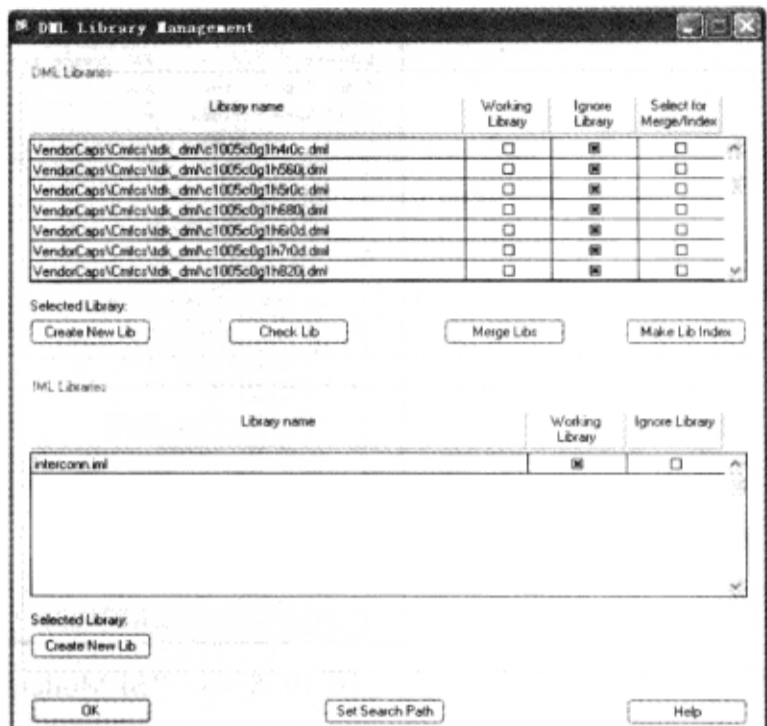

图 10-6-51 “Set Model Search Path”对话框 图 10-6-52 “DML Library Management”对话框
(6) 选择“VendorCaps/Cmfcs/tdk\_dml”，单击“OK”按钮，把所有 TDK 电容器的 dml 文件导入“Set Model Search Path”对话框中，如图 10-6-51 所示。